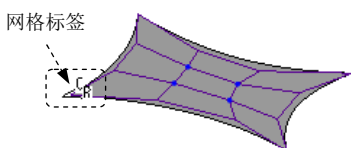

图 10.4.13 显示网格
Step4. 在系统 **选择要编辑的曲面。** 的提示下，选取图 10.4.12a 所示的曲面，此时在曲面上显示图 10.4.13 所示的网格。